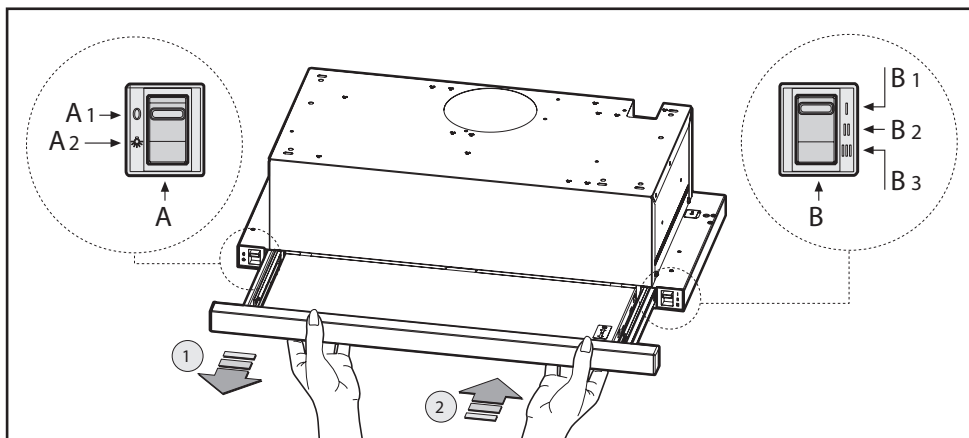

Fig 9.1
• **Betjening-senhed taster (Fig.9.1) slider** symbolbetydningen er som følger: